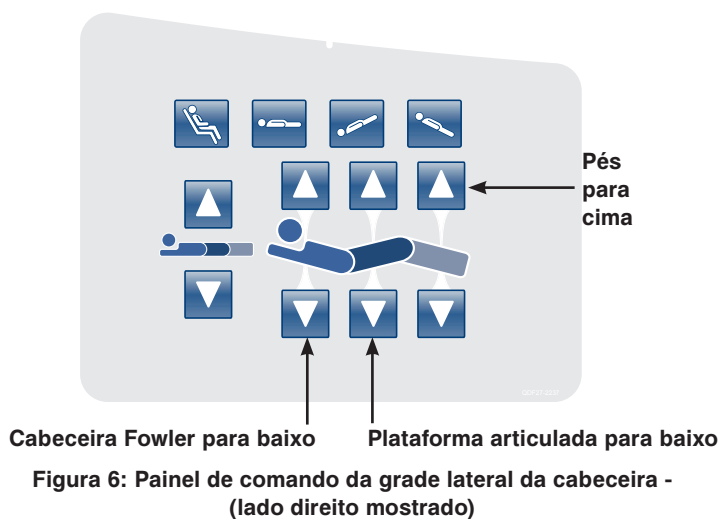

Figura 6: Painel de comando da grade lateral da cabeceira -
4. Coloque a superfície da Maca numa posição plana premindo em simultâneo os botões **Pés para cima**, **Cabeceira Fowler para baixo** e **Plataforma articulada para baixo**, conforme mostrado na Figura 6.